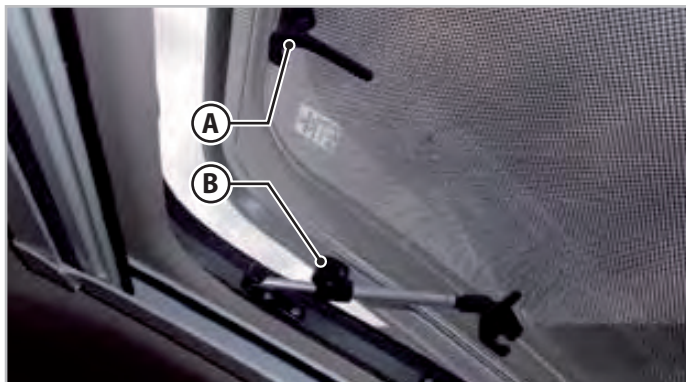

Fig.6.9 - Panoramisk køje
1. Drej håndtagene (**A** - Fig.6.9) til den lodrette position.
3. Fastlås køjet ved at stramme låseknapperne (**B** - Fig.6.9) på teleskoparmene.
1. Skru låseknapperne på teleskoparmene (**B** - Fig.6.9) ud.
3. Hægt alle håndtagene (**A** - Fig.6.9) fast.